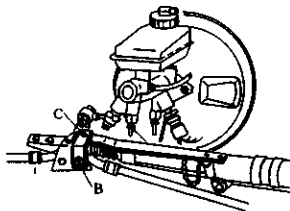

图 3-200 调整前束
3) 将带有挂钩“B”的专用工具安置在左转向横拉杆的紧固螺母上，如图 3-200 所示。